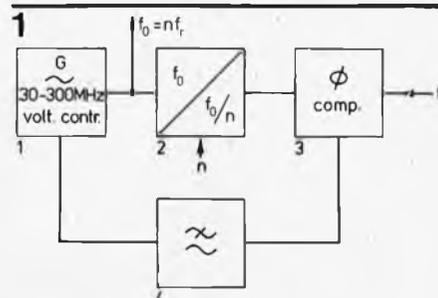

Figure 1. Diagramme du synthétiseur universel de fréquence.
Le principe utilisé, illustré par la figure 1, est celui d'une boucle à verrouillage de phase. La fréquence de sortie f_0 d'un oscillateur régulé en tension (1) est divisée par un nombre réglable n dans le circuit diviseur (2). La fréquence de sortie de ce circuit diviseur est comparée à une fréquence de référence f_r fournie par un oscillateur fixe stabilisé par quartz, à l'aide d'un comparateur de phases (3). Le signal d'erreur en courant provenant du comparateur de phases est utilisé pour commander l'oscillateur (1). Un filtre passe-bas (4) est nécessaire pour éviter la modulation de fréquence parasite de l'oscillateur par des signaux alternatifs provenant du comparateur de phases. Pour obtenir un jeu de fréquences $f_0 = n f_r$ utilisables en communication radio, il est nécessaire de disposer d'une fréquence de référence stabilisée égale à l'espacement désiré entre les canaux; cette fréquence peut être fournie par un oscillateur à quartz de fréquence plus élevée, à l'aide d'un diviseur de rapport fixe. Pour être efficace, la fréquence de coupure du filtre passe-bas doit normalement être environ 100 fois plus basse que f_r , ce qui peut conduire à des temps de réaction de l'ordre de plusieurs secondes après que le changement de fréquence de sortie ait été ordonné.